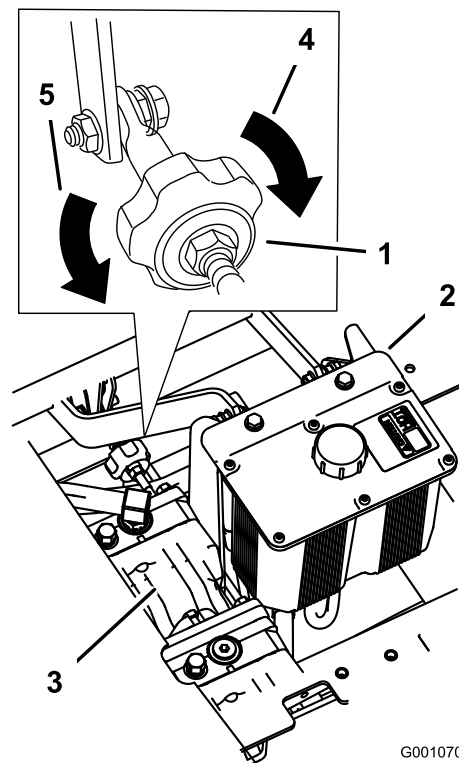

Figure 49
4. Pour que la machine tire à droite, tournez le bouton vers la droite de la machine (voir Figure 49).
5. Pour que la machine tire à gauche, tournez le bouton vers la gauche de la machine (voir Figure 49).